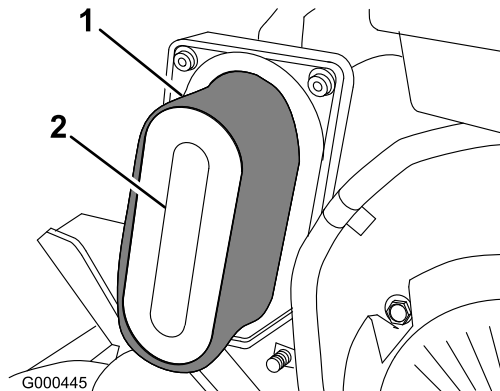

**Figura 21**
2. Togliete i dadi ad alette che fissano il filtro dell'aria e rimuovete il coperchio (Figura 21).